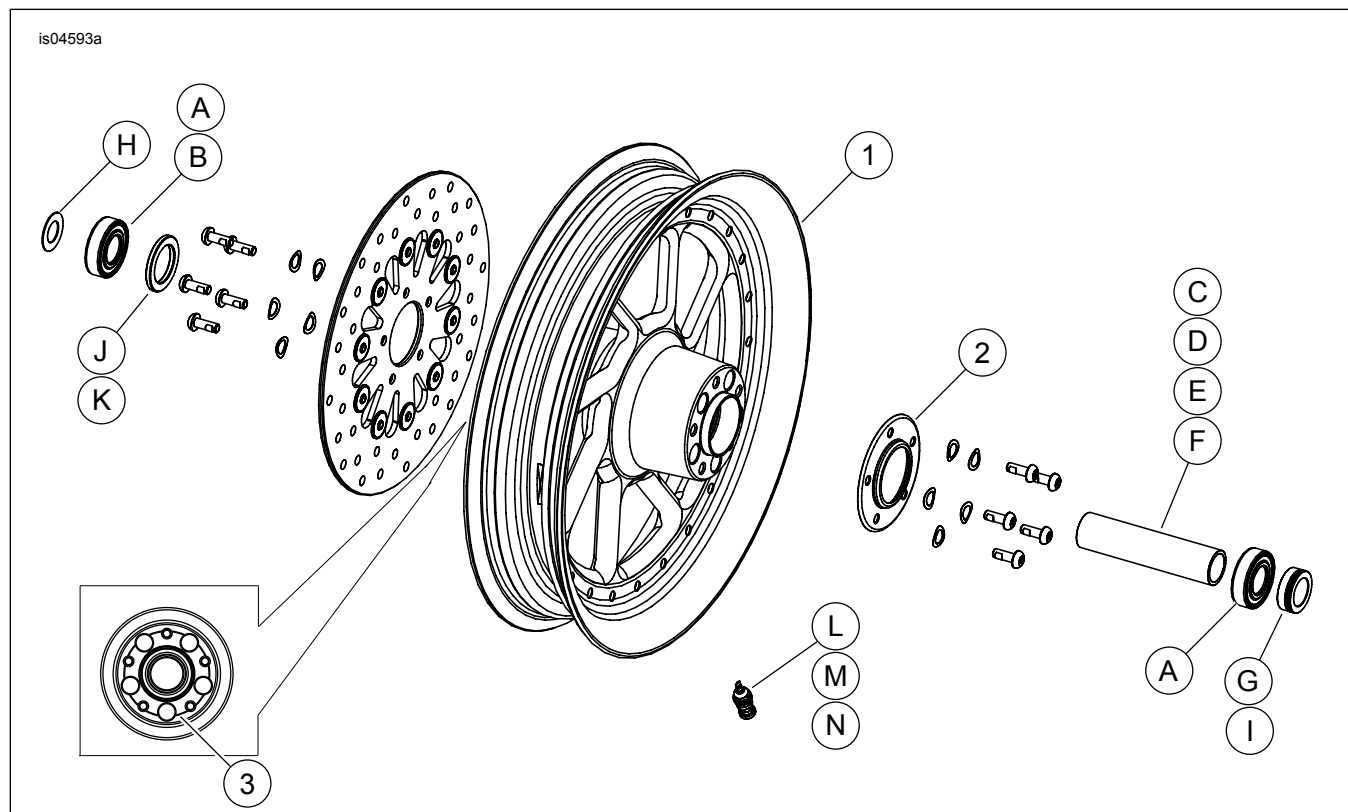

Figura 2. Piezas de servicio: Rueda delantera Road Winder (se muestra la rueda de 16 pulg.)
2. Vea Figura 2. Instale el conjunto del vástago de la válvula (L, M o N) en la rueda. Vea NEUMÁTICOS en el Manual de servicio.